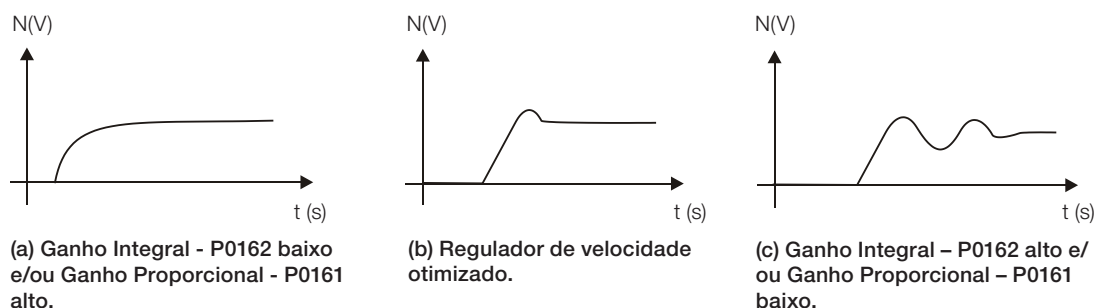

Figura 11.4 (a) a (c): Tipos de resposta do regulador de velocidade
6. Verifique dentre as opções da figura 11.4 qual a forma de onda que melhor representa o sinal lido.
7. Ajuste P0161 e P0162 em função do tipo de resposta apresentada na figura 11.4.